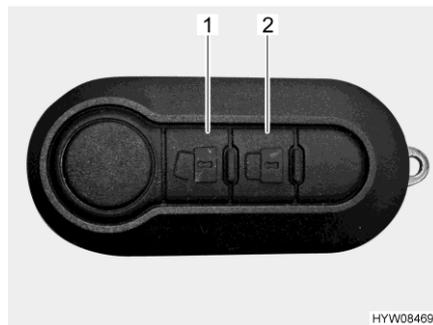

Fig. 33 Telecomando chiusura centralizzata (2 tasti)
- Sbloccaggio delle porte:** ■ Premere una volta brevemente il tasto  (Fig. 33,1). Le serrature sono sbloccate.
- Bloccaggio delle porte:** ■ Premere una volta brevemente il tasto  (Fig. 33,2). Le serrature sono bloccate.